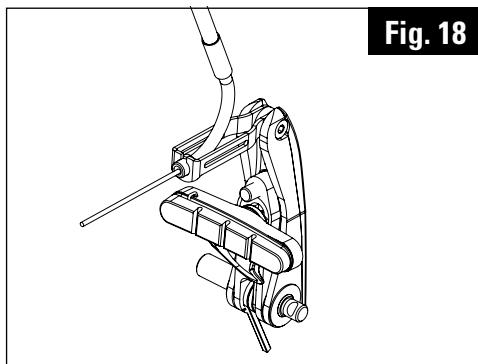

Fig. 18
- 6 / Inserte el codo en el tirante ⑩ (Fig. 18).